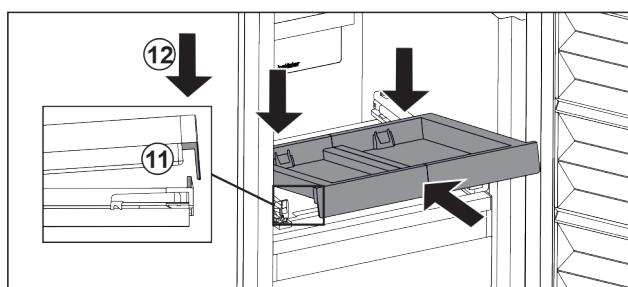

Fig. 127
- ▶ Вставьте, наклоняя вниз. Обратите внимание на то, чтобы на обеих сторонах упор был за накладкой. *Fig. 127 (11)*
- ▶ Снимите выдвижную панель спереди. *Fig. 127 (12)*